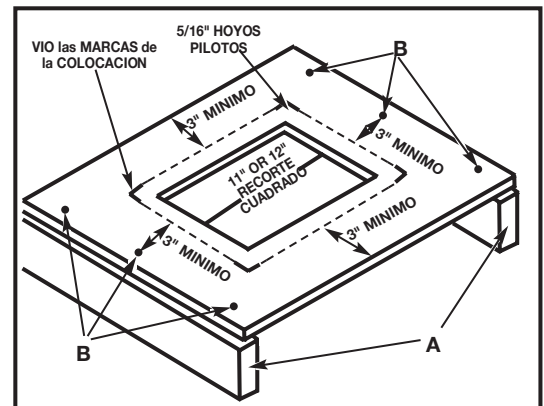

Fig. 4B
Usted también puede construir un soporte sencillo elevado, como se muestra en la Fig. 4B.
Encuadre la sierra en la superficie de apoyo y marque la ubicación de cuatro orificios de 7,94 mm (5/16") para realizar las perforaciones con un taladro (Fig. 4B).
Aleje la sierra y luego realice los orificios en estas marcas. Ubique y marque un cuadrado de 27,94 ó 30,48 cm (11" ó 12") centrado entre los cuatro orificios de montaje. Corte y quite el cuadrado (Fig. 4B). Para elevar la superficie de apoyo, mida dos 2 x 4 (A) Fig. 4B al ancho de dos lados opuestos de la superficie de apoyo. Fije la superficie de apoyo a los bordes angostos de los 2 x 4 (como se muestra en la Fig. 4B con tornillos para madera (no suministrados) en por lo menos tres de los sitios (B) Fig. 4B de cada lado. Sujete la sierra a la superficie insertando el equipo adecuado (no suministrado) a través de los orificios de montaje en la sierra y dentro de los orificios previamente taladrados. Cuando utilice la sierra, quite periódicamente el aserrín acumulado debajo de la misma.